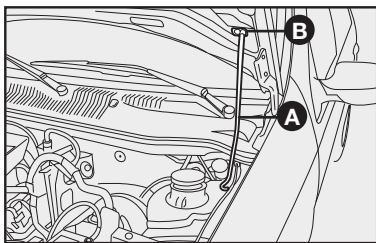

fig. 110
- 4) Introduzir a extremidade da vareta **A** na abertura **B** do capô do motor fig. 110.
- 1) Manter levantado o capô com uma mão e, com a outra, tirar a vareta **A**—**fig. 110** da abertura **B** e repô-la no seu dispositivo de bloqueio.